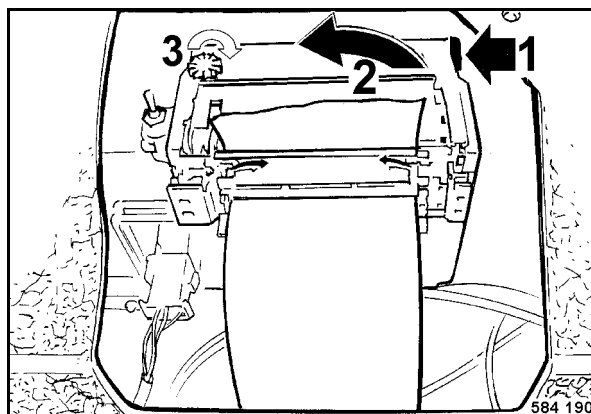

Fig. 135
- Alzar la eclisa en punto 1 (Fig. 135) y sacar la cinta entintada (2) del mecanismo de impresión.
- Primero insertar la nueva cinta entintada en la guía del mecanismo de impresión y apretarlo hacia abajo en la eclisa (1) de la derecha.
- Tensar la cinta entintada con el botón giratorio (3) en el sentido de la flecha.